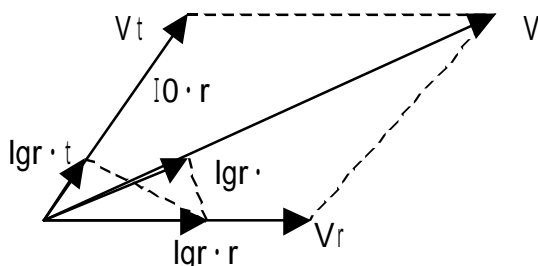

図5：三相3線式 -
ベクトル図で表示すると図5のようになります。
1. 測定図5のように接続します。